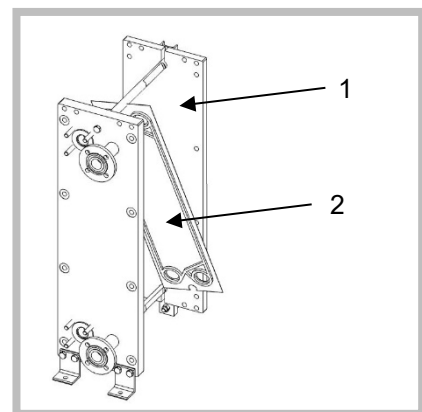

Abbildung 36
2. Lassen Sie die Wärmeübertragerplatten durch eine zweite Person vor Verrutschen sichern. Schieben Sie eine Platte einzeln in Richtung Gestelldeckel [1] und winkeln sie schräg an (Abbildung 36). Schwenken Sie die Wärmeübertragerplatte [2] seitlich heraus.